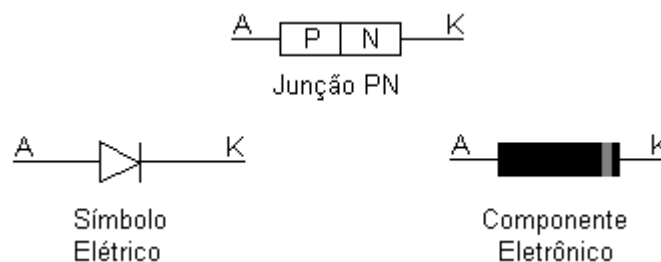

Figura 4.5 - Símbolo elétrico do diodo semicondutor
Na Figura 4.5 apresenta-se o símbolo elétrico do diodo semicondutor e o componente eletrônico, propriamente dito. No lado P do diodo semicondutor conecta-se um terminal que recebe o nome de *ânodo* (A). Já no lado N, o terminal é denominado de *cátodo* (K).